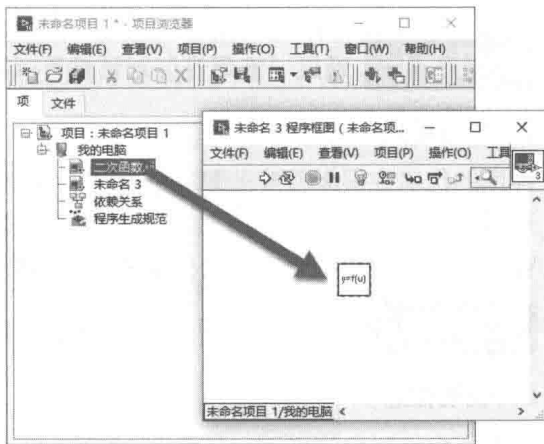

图 1-25 拖动项目文件中子 VI 的文件图标到程序框图
- ◆ 如果建立了项目文件，则直接拖动项目文件中的 VI，如图 1-25 所示。